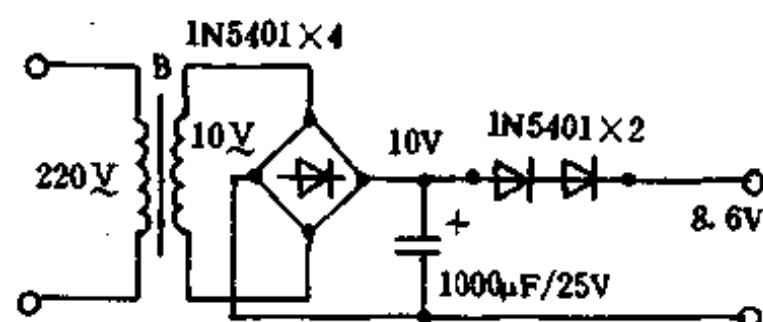

图 3-1
(1)整流器输出电压偏高:多数机子如终结者、小天才等,其外接电源电压空载时为 15V 左右,工作时 10~11V,这样就有 5V 左右的电压降在 7805 上,虽然这是 7805 所允许的参数,但在实际工作中,7805 的功耗较大,温度较高,严重地影响了游戏机的正常工作。例如有的机型元件拥挤,7805 离射频盒较近,其散热常造成视频或音频频率偏移,导致游戏机画面不稳、图像不清、声音沙哑、失真等现象,另外某些 7805 质量不高,工作过程中温度过高,自身参数性能发生变化,使 5V 输出电压不稳,导致画面异常。最简单的解决办法,就是在整流二极管的输出端串 2~3 只 1N5400 系列整流二极管来降压(如图 3-1 所示),实测外接电压在 8V 左右就能正常工作。
的整流二极管选用 1N4000 系列,虽然工作电流、电压在极限参数以内,但长时间工作热稳定性变差,易造成输出电压中纹波电压偏高,导致画面翻滚等故障,因此建议改用 1N53 或 1N54T 系列的二极管(如图 3-1 所示)。
(3)电源滤波电容耐压值过低:多数整流器采用 $1000\mu\text{F}/10\text{V}$ 的电容作为整流后的滤波电容。整流器输出端电压在空载时为 15V 左右,一旦市电超过 220V,就会造成输出端的空载电压超过 16V。笔者曾修过这样的故障,即电容体积膨胀,虽未炸裂,但已严重地改变了电容的参数,造成纹波电压升高,主机不能正常工作,这便是由于电容耐压不足造成的,换上耐压为 $680\mu\text{F}/25\text{V}$ 或 $1000\mu\text{F}/25\text{V}$ 电容后(如图 3-1 所示)故障便消失了。